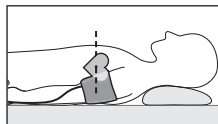

Рис. 5
2. Вы можете измерять давление и лежа на спине. Смотрите на потолок, сохраняйте спокойствие и не двигайтесь во время измерения. Обязательно удостоверьтесь, что место измерения на плече находится приблизительно на том же уровне, что и сердце (рис. 5).